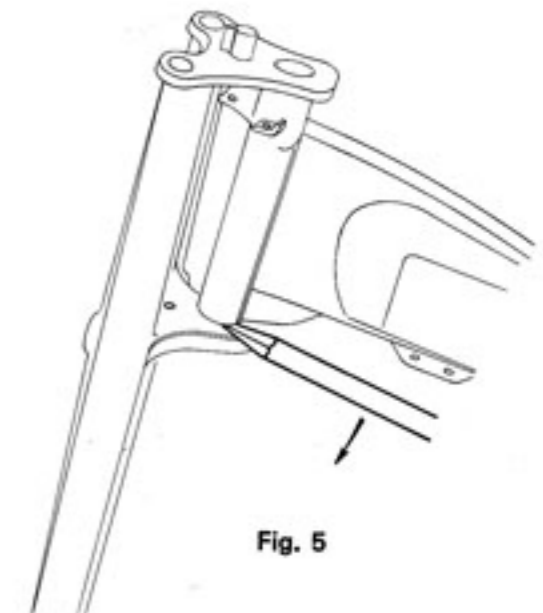

Fig. 5
- Faire levier avec un tournevis placé entre le tube pivot et la plaque inférieure de fourche pour dégager les ergots (Fig. 5).